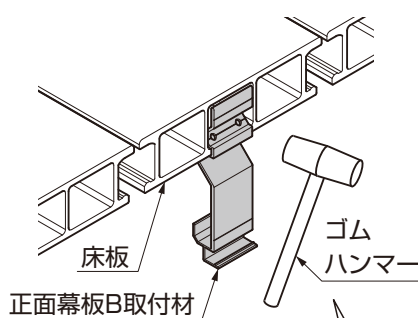

図11-5
- ①正面幕板B取付材を床板のホーロー部にはめこんでください。（図11-5参照）